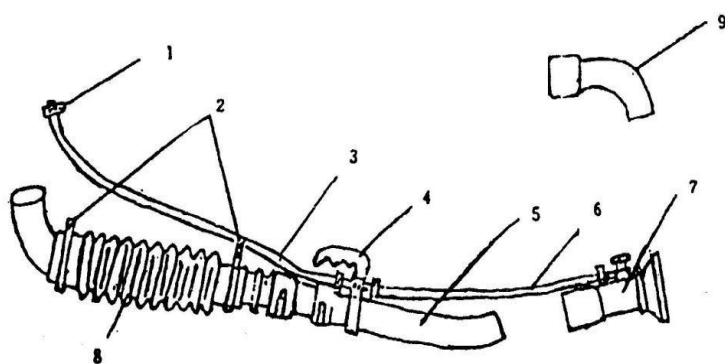

Fig. 4
1. Podkładka uszczelniająca 2. Łącznik 3. Nakrętka ciśnieniowa 4. Podłącz rurkę spryskującą do urządzenia jak pokazano na rys. 4.